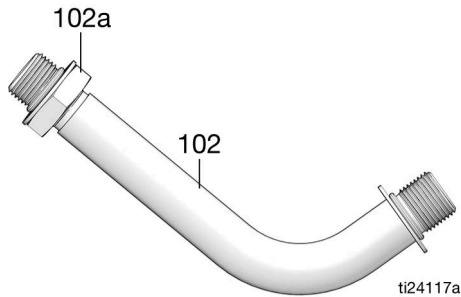

FIG. 4
4. Installare la prolunga (102) sul misuratore:
- a. Allentare il dado della prolunga (102a) finché non è completamente fuori dalle filettature del tubo (FIG. 4).